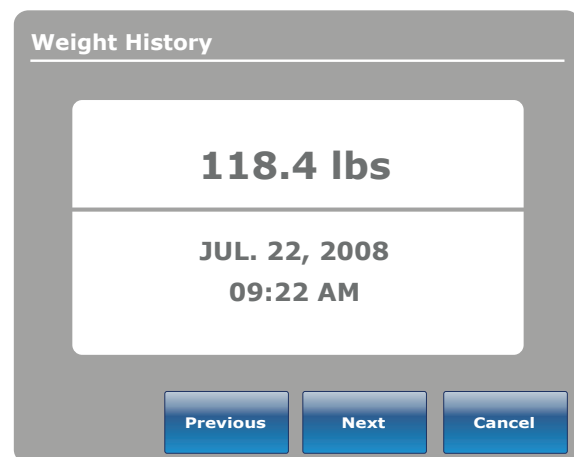

Figure 5.2
2. La minuterie de quinze (15) secondes s'engage aussitôt.
3. Vous avez quinze (15) secondes pour soulever tout appareil ou équipement médical qui ne doit pas être calculé avec le poids du patient. Ceci inclu tout ce qui peut se trouver sur la surface du lit ou sur le patient (par exemple, des sondes et fils).
4. Après dix (10) secondes une alarme retentit.
5. Pendant les cinq (5) secondes suivantes, le lit calcule le poids du patient alité. Vous devez continuer de soulever l'équipement décrit à l'étape 3.
6. Une fois les cinq (5) secondes écoulées, une autre alarme retentit et l'écran «Délai de pesée» s'affiche tel qu'illustré à la figure 5.2. Le lit a terminé le calcul et vous pouvez replacer l'équipement que vous aviez retiré de la surface du lit.